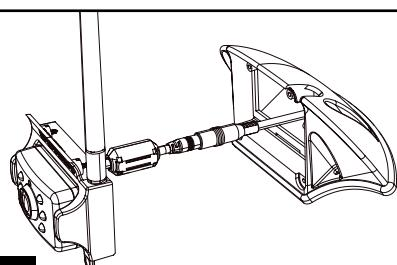

Fig. 18
10. Coloque los cables y conexiones conectados en la carcasa del soporte colocando primero el cable a la derecha. [Fig. 18]